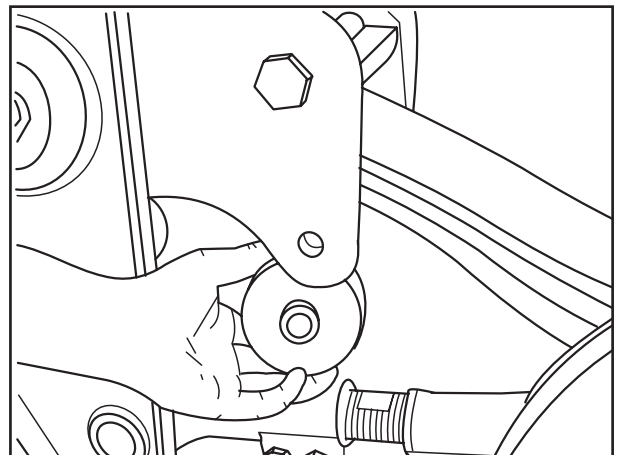

Fig. 5
- [8] Rollen mit Rohr (Fig. 5) aus beiden Seiten des Pendelarmes bzw. der Stütze herausnehmen.
- [8] Take out rollers with tube (Fig. 5) from both sides of the equalizing beam or the support.
- [8] Enlever les rouleaux avec un tube (fig. 5) des deux côtés du balancier resp. du support.